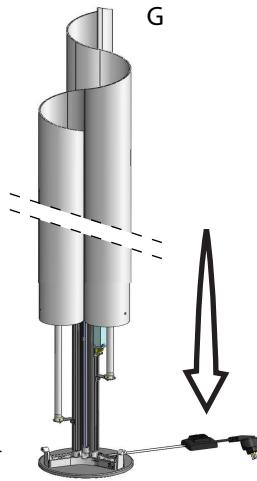

Fig. 4
Il diffusore va in battuta sulla base (fig. 4).
4. Enfiler le diffuseur G sur la structure à la hauteur des lampes. Le diffuseur doit toucher la base (fig. 4).
The diffuser should rest on the base (Fig. 4).
Danach den Diffusor bis zum Sockel (Abb. 4) verschieben.
El difusor se monta en la base hasta el tope (fig. 4).